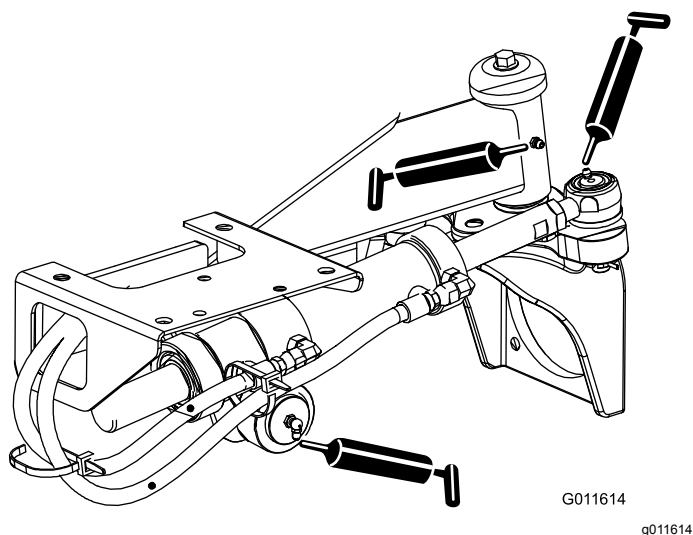

Figure 51
- Rotules de vérin de direction (2) et essieu arrière (1) (Figure 51)